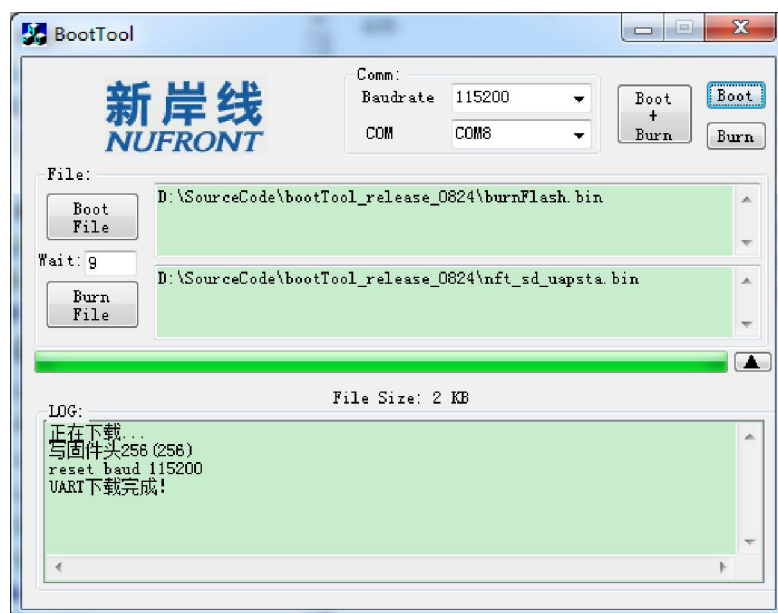

Figure 17 研发烧录—选择 Boot File 和点击 “Boot” 按键下载烧录代码
- 2、 直接烧写系统镜像 nft_sd_uapsta.bin 到 NL6621M 的 RAM 中直接运行,请参照 Figure 17 中的操作,该烧写方式不会擦除 Nor Flash 或者 EEPROM 中的固有代码,而是直接下载系统镜像到 RAM 中直接运行。该方式适合工程师研发调试所用。